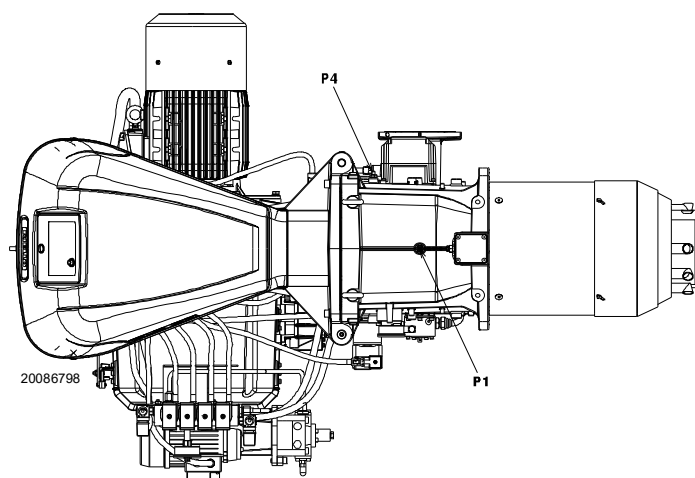

Fig. 19
Pression gaz mesurée à la prise 1)(Fig. 19), avec:
- Soustraire la pression de la chambre de combustion de la pression de gaz mesurée à la prise 1)(Fig. 19).
- Pression gaz à la prise 1)(Fig. 19) = 11,7 po CE